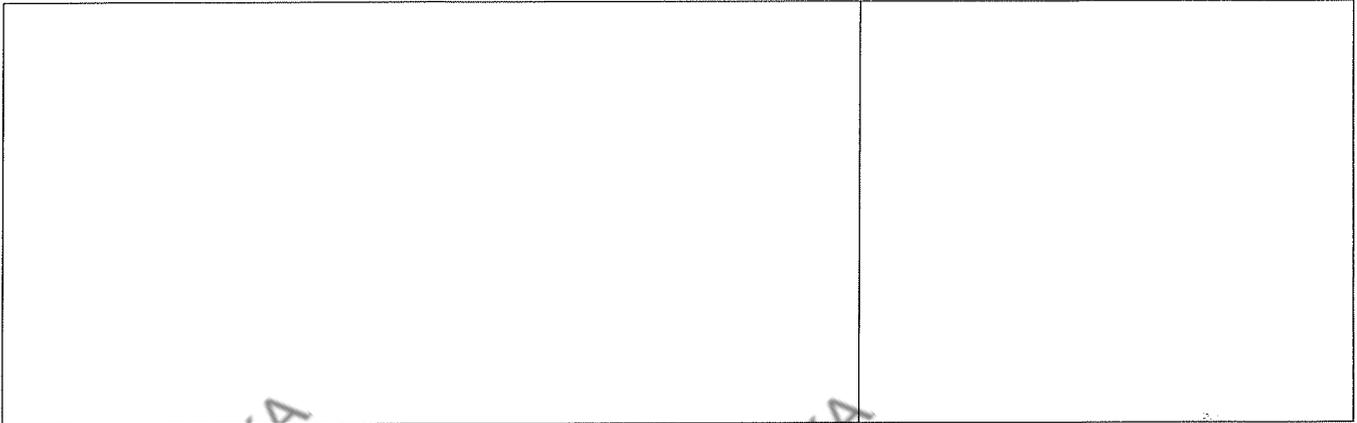

Рис. 48. Подключение электромотора и трансформатора.
Заводское исполнение соответствует эксплуатации подъемника с подачей питания трехфазным током и напряжением 400В; при другом значении напряжения питания способ подключения электромотора и трансформаторы должны быть изменены (Рис. 48).
2.1. Откройте клеммную коробку электромотора и выполните подключения, как показано на Рис. 48, принимая во внимание значение подаваемого на подъемник напряжения электропитания.